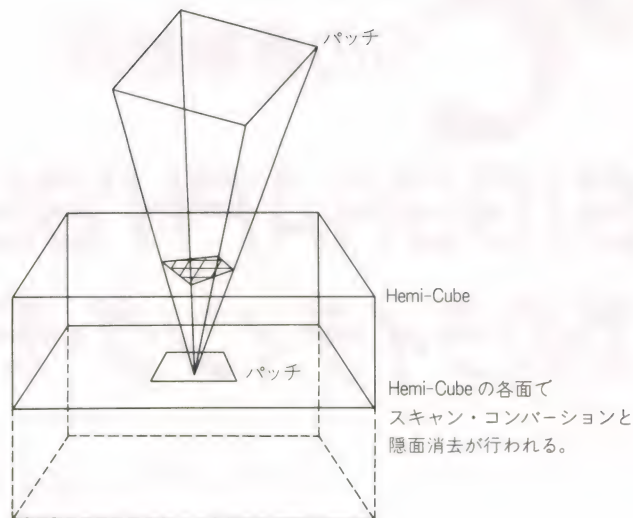

図2 Hemi-Cube3)
**ステップ1:** フォーム・ファクタ ( $F_{ij}$ ) を計算する。このとき、あるパッチに対してどのパッチが可視であるかを決定する必要がある。Hemi-Cubeを用いる方法により、通常のスキャン・コンバージョンとZバッファ隠面消去を使って行う。この手法2)は、あるパッチに対して Hemi-Cube (図2) を仮定して、その一面をスクリーンとみなして描画を行い、そのパッチから見えないパッチを決定し、その面にマップされるピクセルからフォーム・ファクタを決定する (このとき、ワークステーションなどのハードウェアが使用できる)。